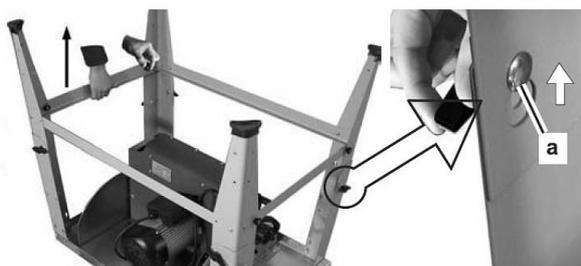

Fig. 7 : Déplier les pieds
Étape 2 : Relevez les quatre pieds et fixez-les à l'aide des écrous à oreilles et des vis plates. Faites glisser les vis vers le haut dans la rainure (Pos.a, Fig.7) et serrez-les fermement.